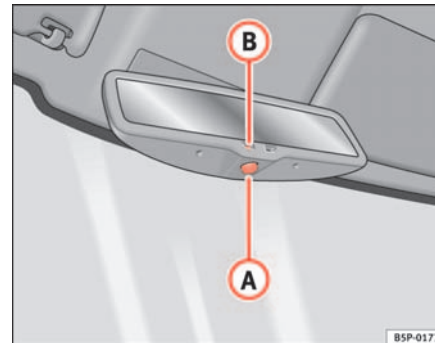

Abb. 86 Automatisch abblendbarer Innenspiegel ▶
- Drücken Sie die Taste **A** ⇒ Seite 126, Abb. 86. Die Kontrollleuchte **B** erlischt.
- Drücken Sie die Taste **A** ⇒ Seite 126, Abb. 86. Kontrollleuchte leuchtet auf.